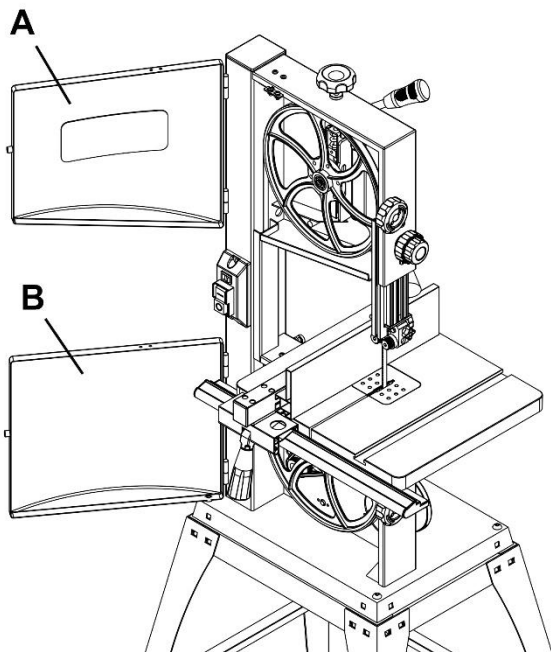
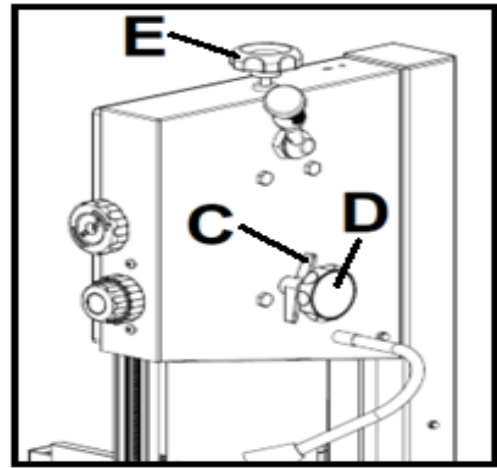

Рисунок 13
Рисунок 14
Откройте верхнюю и нижнюю дверцы (А, В, Рис. 13). Ослабьте ручку фиксатора регулировки хода, вручную вращайте верхний шкив, не касаясь пильной ленты. Поверните ручку регулировки (D, Рис. 14) по часовой стрелке или против часовой стрелки до тех пор, пока пильная лента не будет двигаться по центру резинового обода.
После регулировки снова затяните ручку фиксатора регулировки хода (С, Рис. 14) и закройте крышку.
МЕДЛЕННО поверните ручку регулировки хода (D, Рис. 14), одновременно вращая верхний шкив. Поворот ручки регулировки хода по часовой стрелке (если смотреть с задней стороны станка) приведет к тому, что пильная лента будет смещаться в направлении задней части станка; поворот ручки против часовой стрелки приведет к тому, что лента будет смещаться в направлении передней части станка.
- Поворачивая ручку регулировки (E, Рис. 14) по часовой стрелке, можно увеличить натяжение пильной ленты.
- Поворачивая ручку регулировки (E, Рис. 14) против часовой стрелки, можно ослабить натяжение пильной ленты.